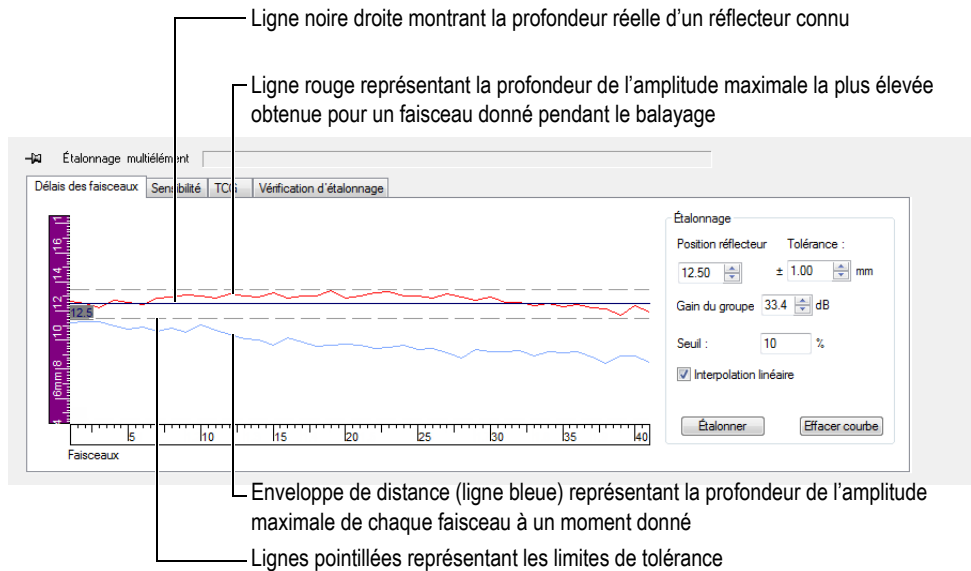

Figure 4-19 Courbes de l'étalonnage des délais des faisceaux
- a) Sélectionnez l'onglet **Délais des faisceaux** (voir la Figure 4-19 à la page 257). La courbe présente le parcours ultrasons entre les curseurs de **Référence** et de **Mesure** sur l'axe vertical et les faisceaux sur l'axe horizontal.